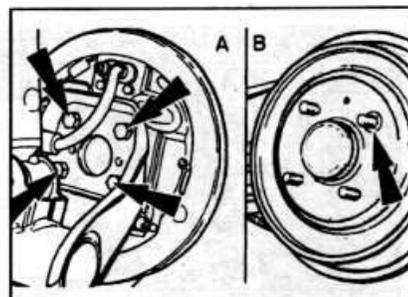

Рис. 9.20. Расположение болтов крепления тормозного барабана/ступицы (А) и фиксатора (В) только на моделях Van.
- фланцу задней оси, затем снимите барабан/ступицу с оси. Если тормозной барабан удерживается тормозными колодками, снимите резиновую пробку с внутренней стороны тормозного щита и освободите механизм автоматической регулировки тормозов, опуская защелку регулятора через тормозной щит (см. рис. 9.20, 9.21).